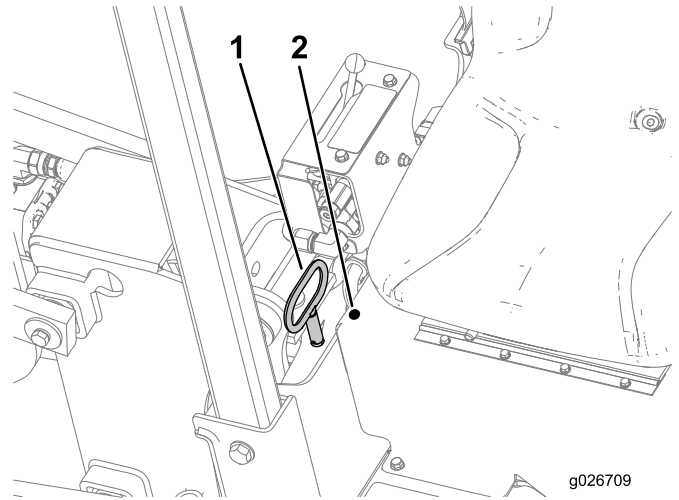

Figura 16
1. Retire el pasador de giro, colóquelo en la posición de almacenamiento y arranque el motor (Figura 16).